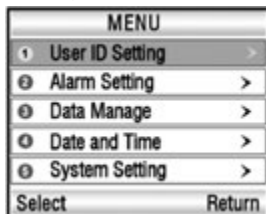

Рис. 4-1
1) Нажмите кнопку питания в течение 3 секунд, чтобы включить питание пульсоксиметра, а затем нажмите кнопку меню, чтобы войти в главное меню, как на Рис. 4-1.